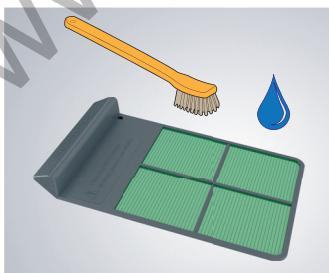

Рисунок 2
- Очистите фильтр от загрязнений с помощью мягкой щетки, промойте фильтр в теплой воде. Запрещается использовать химические средства для очистки фильтра (рис. 2).